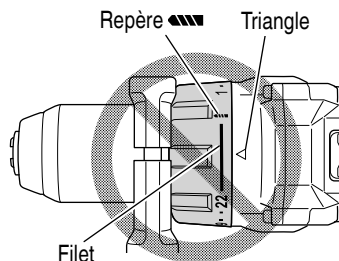

Fig. 16
- N'utilisez pas l'outil avec le sélecteur de débrayage positionné entre le chiffre "22" et la ligne au centre du symbole du foret "▲▲▲", vous risqueriez de l'endommager (Voir Fig. 16).